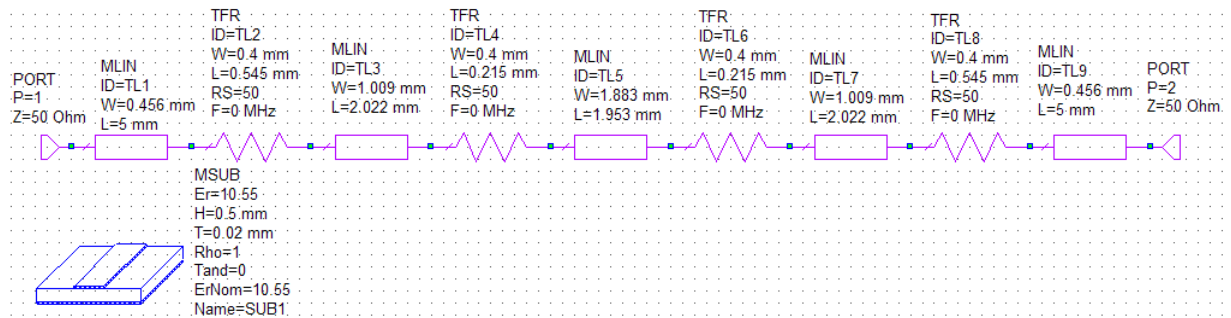

Рис. 7.1. Схема аттенюатора для линейного моделирования
5.1.3. В рабочем окне программы собрать схему исследования аттенюатора согласно рис. 7.1.